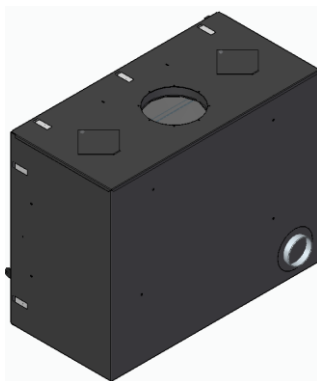

Figura 13 - Ligação ar externo
* O equipamento vem também com uma entrada de ar para combustão tapada por trás. Caso pretenda efetuar instalação ao ar exterior, terá de partir as micro-juntas das capas e fazer a ligação a uma das opções de entrada de ar, por trás ou por baixo, se optar pela de trás, terá de trocar a tampa, passando para baixo, ver Figura 13.